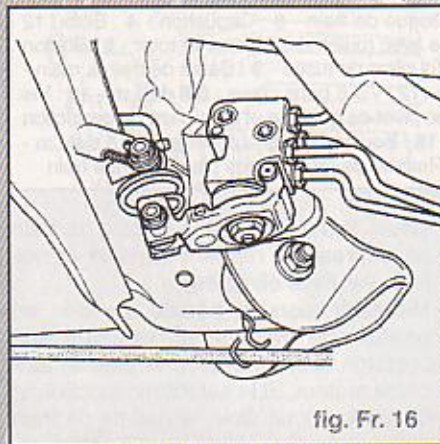

fig. Fr. 16
- Le compensateur de freinage est fixé sur un support monté sur le palier de fixation du train AR et est commandé par l'intermédiaire d'un ressort depuis le train AR (Fig. Fr. 16).